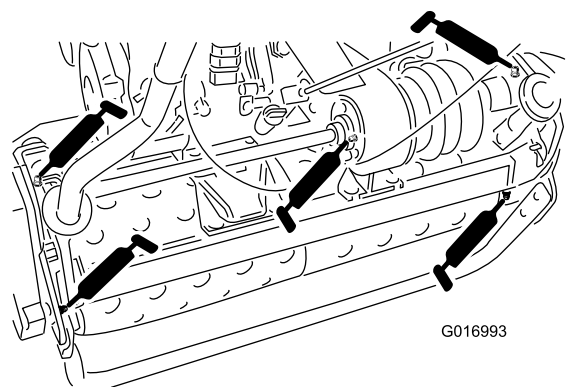

图19
- 鼓轴上 2 个（图19）
- 差速锁上 3 个（图19）